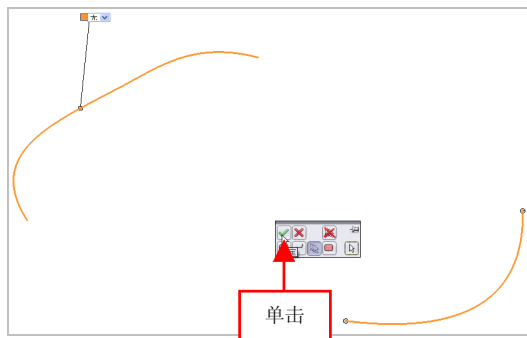

图 7-70 单击【确定】按钮
(4) 即可添加方向对象, 在绘图区中, 选择右下方的草图, 弹出相应的对话框, 单击【确定】按钮, 如图 7-70 所示。